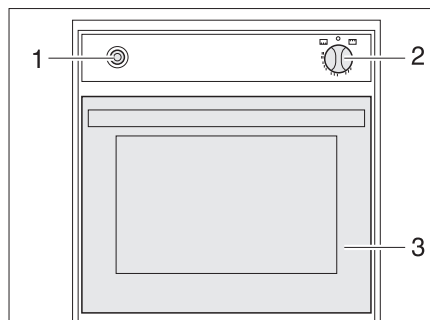

Bild 234 Gasbackofen (Spinflo)
- Backofenklappe (Bild 234,3) ganz öffnen.
- Drehregler (Bild 234,2) leicht drücken und auf "🔥" (Backofen) oder "GRILL" stellen.
- Drehregler (Bild 234,2) drücken und 5 bis 10 Sekunden lang gedrückt halten. Es strömt Gas zum Brenner.
- Zündschalter (Bild 234,1) so oft drücken, bis die Flamme brennt.
- Drehregler (Bild 234,2) auf "0" drehen. Die Flamme erlischt.